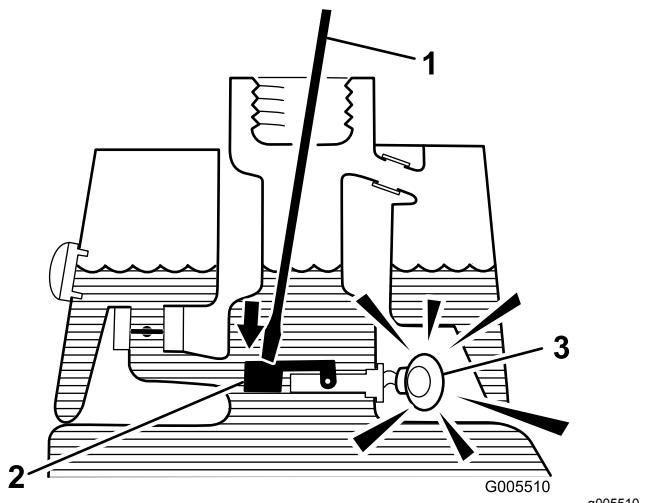

Figura 26
3. Inserite nel collo del serbatoio un'asta o un cacciavite puliti, e premete con cautela l'interruttore galleggiante (Figura 26). Dopo un secondo dovrebbe scattare l'allarme.